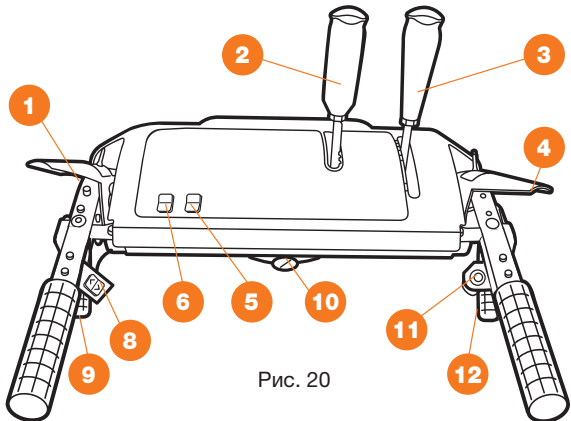

Рис. 20
- Система активируется автоматически, после нажатия рукоятки вращения шнеков ④ и при нажатии рукоятки движения ① рукоятка вращения шнеков блокируется и ее можно отпустить, что позволит свободной рукой производить регулировку дальности и направления выброса снега (Рис. 20).
- Для остановки снегоуборочной машины отпустите рычаг включения привода движения ① и привод вращения шнека автоматически отключится.